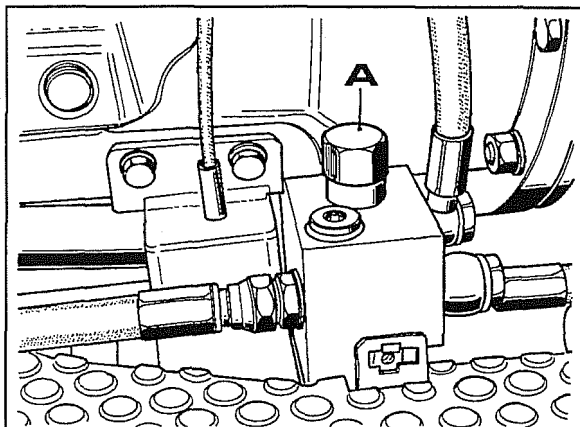

Fig. 1
1. Retirar a protecção do túnel central e a parte do lado dos pedais travões, descobrindo deste modo a válvula prioritária **A** fig.1.